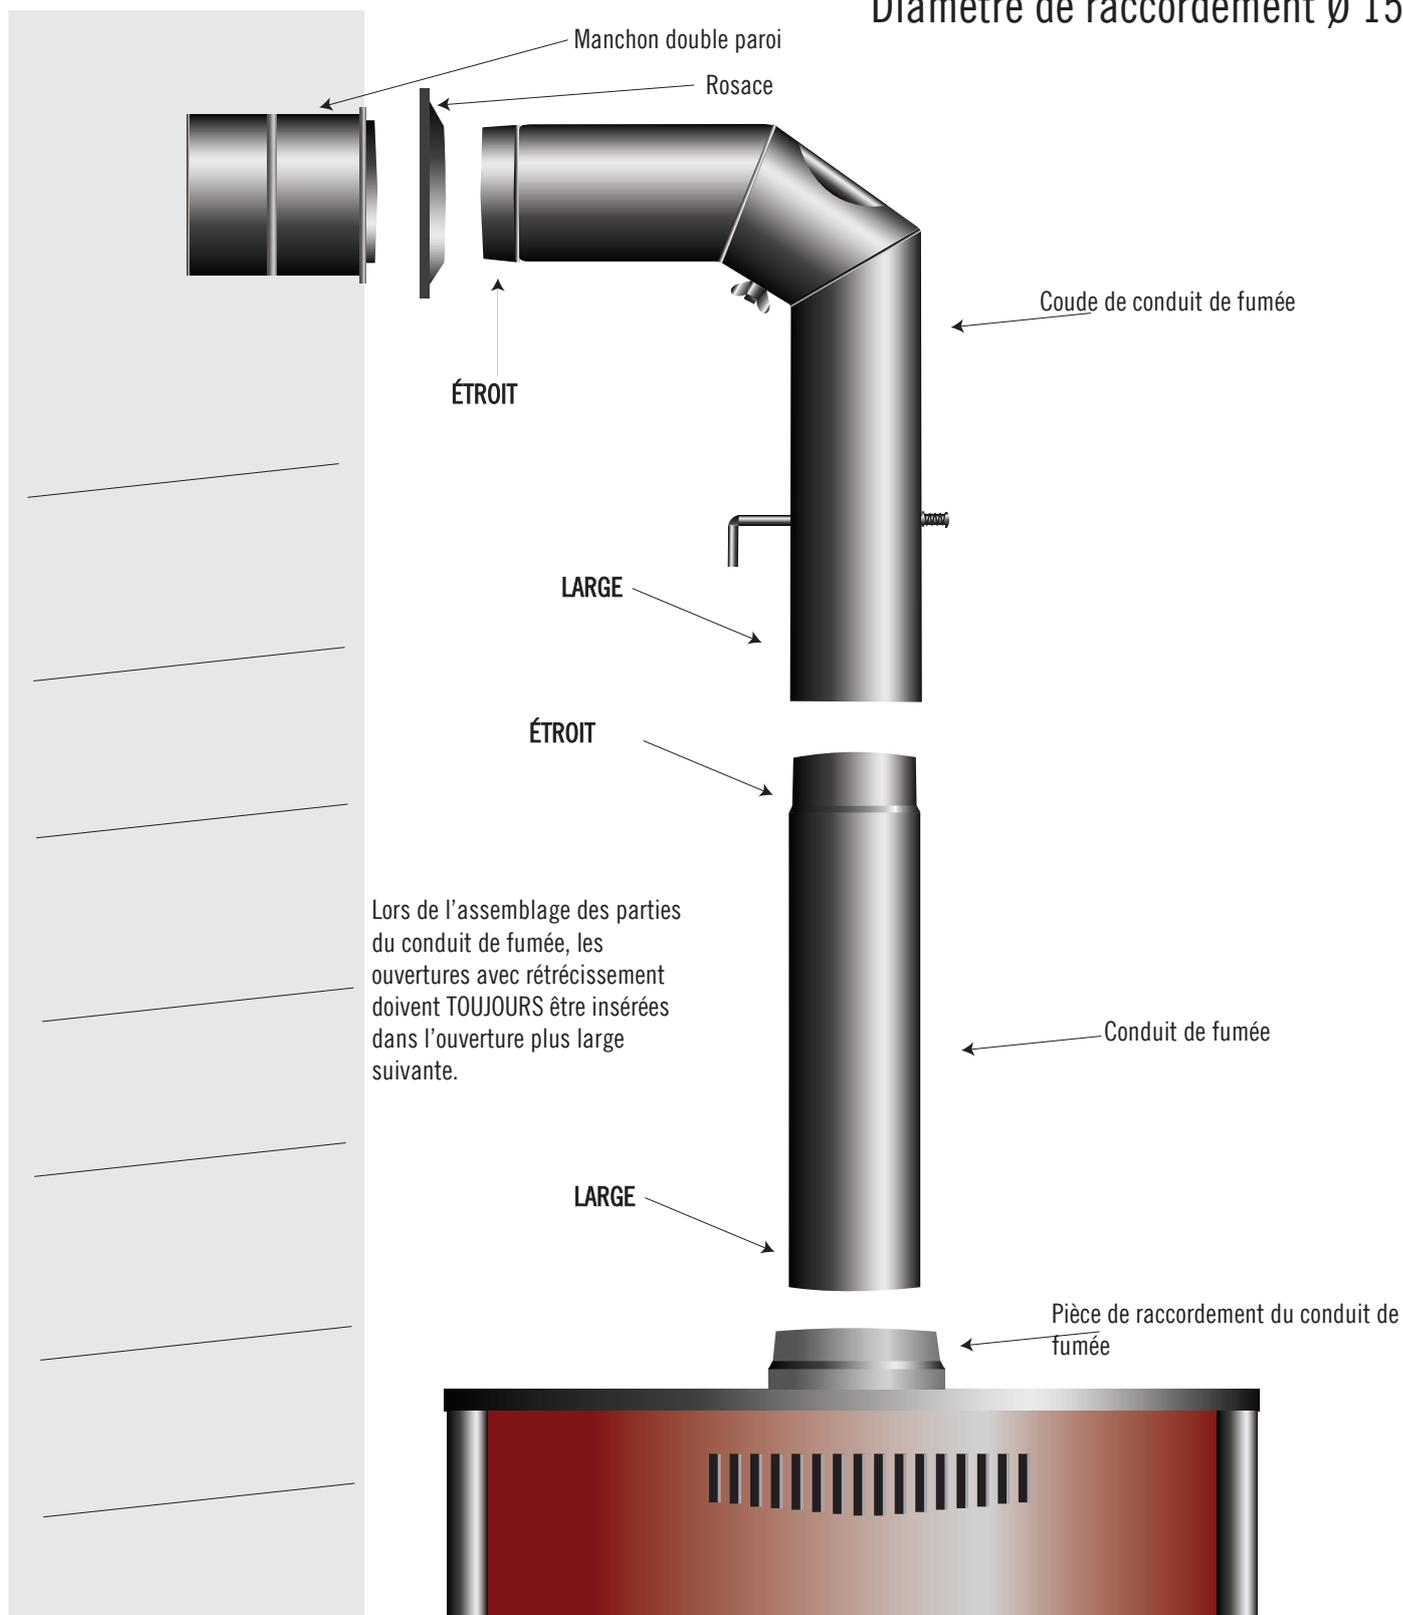

Figure 1 Raccordement du poêle à bois au conduit de cheminée
2. Figure 1 – Raccordement du poêle au conduit de fumée	Page 31